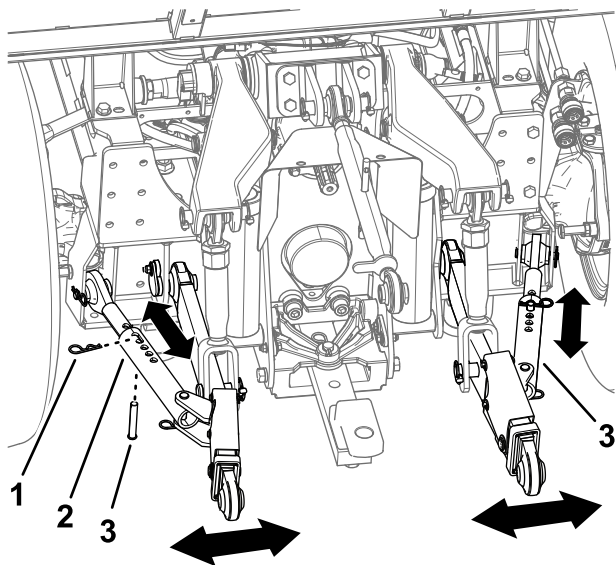

図 25
1. 各スウェイリンクのヘアピンとコッターピンを外す 図 25。
2. アタッチメントが水平になるようにスウェイリンクで調整する 図 25。
3. 調整ができれば、ヘアピンとコッターピンでスウェイを固定する 図 25。